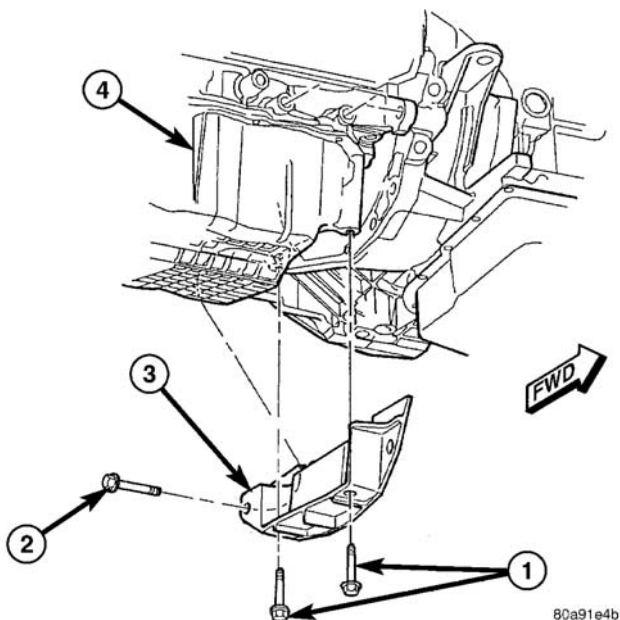

图 77 结构凸盘
- (1) 用吊车升起车辆。
- (2) 将发动机从前固定支架及前绝缘固定座上拆卸下来。(参见 9-发动机/发动机支座/前支座-拆卸)
- (3) 拆卸结构凸盘固定螺栓(图 77)。
- (4) 拆卸结构凸盘。
- (1) 进行下列步骤以安装结构套管。参见(图 77)